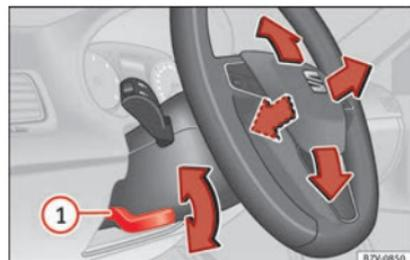

Abb. 25 Lenkradposition mechanisch einstellen.
- Den Hebel » Abb. 25 **1** nach unten schwenken.
- Den Hebel »» Abb. 25 ① nach dem Einstellen immer fest nach oben drücken, damit das Lenkrad während der Fahrt nicht unbeabsichtigt seine Position verändert.